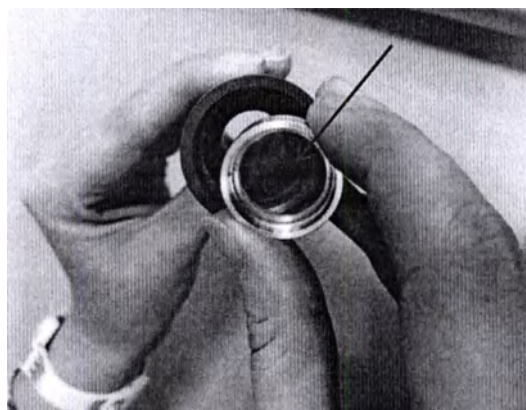

Рис. 12.18 – Защитное окно манипулятора с переменным диаметром пучка
12.8.2.2 Извлеките защитное окно (рис. 12.18), очистите его (см. Приложение А) и вставьте обратно. Рекомендуется производить очистку защитного окна по мере загрязнения.